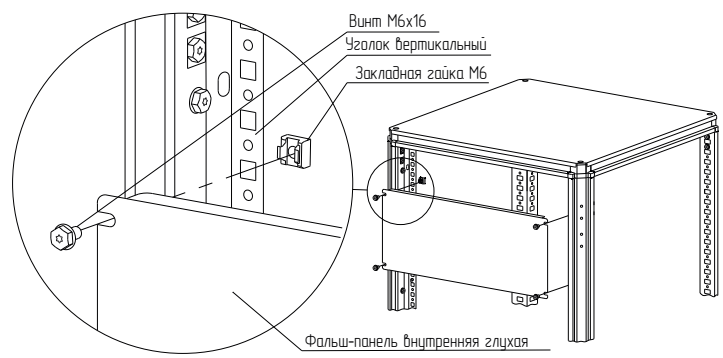

Рисунок 23
– вариант 2. Набором «закладная гайка М6 – винт М6х16 – шайба 6». Для этого предварительно установить закладные гайки в квадратные отверстия уголка вертикального для фальш-панелей внутренних и закрепить фальш-панель внутреннюю глухую винтами М6х16 с шайбами 6 (рисунок 23). Момент затяжки – 7 Н·м. Набор крепежа приобрести отдельно.